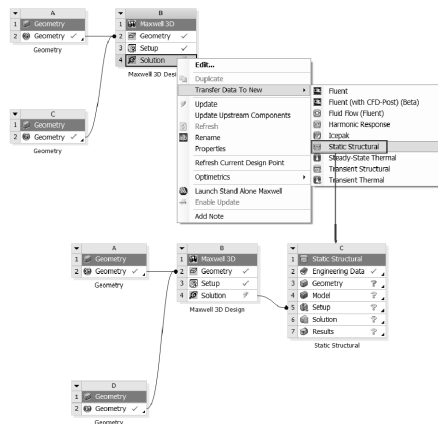

图 19-103 创建耦合的静力分析模型
Step1：回到 Workbench 窗口中，在如图 19-103 所示的表格 B4 (Solution) 上右击，在弹出的快捷菜单中选择 Transfer Data To New Static Structural 命令，此时会在 B 表的右侧出现一个 C 表，同时 B4 与 C5 之间出现连接曲线，这说明 B4 的结果数据可以作为 C5 的外载荷使用。